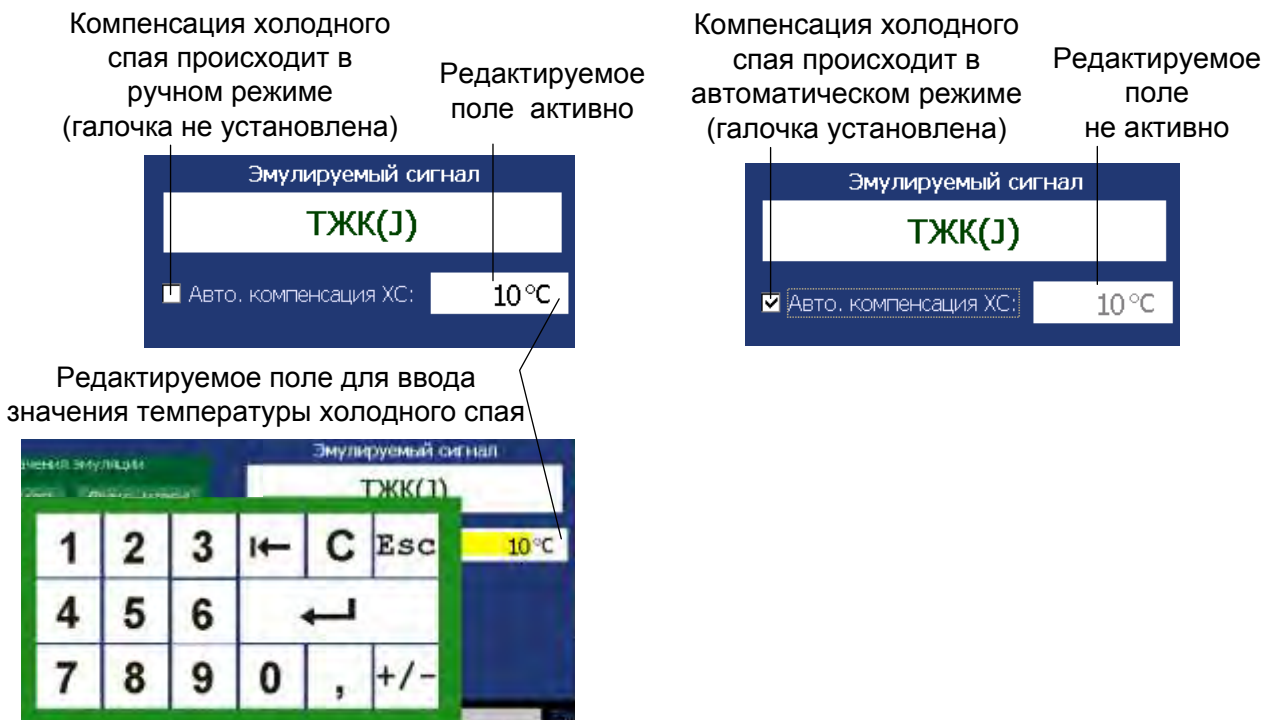

Рисунок 2.24
- ручной (галочка не установлена), при этом пользователю предлагается ввести значение температуры в соответствующее редактируемое поле (см. рисунок 2.24);
- автоматической (галочка установлена), при этом редактируемое поле для ввода значения температуры не активно (см. рисунок 2.24).
При подключении к ИКСУ-2012 одного из кабелей «КИ2012К» или «КИ2012L» из прилагаемого комплекта, в разъем которого встроен компенсатор холодного спая Pt100, необходимо выбрать автоматический тип компенсации холодного спая. В этом случае компенсация холодного спая в процессе измерений будет осуществляться прибором автоматически. Если кабели «КИ2012К», «КИ2012L» не используются, то необходимо выбрать ручной тип компенсации холодного спая, затем произвести измерение температуры холодного спая с погрешностью, не превышающей предела допускаемой основной погрешности для данного типа ТП, и ввести измеренное значение t_0 в соответствующее редактируемое поле (см. рисунок 2.24, п.2.8.4).